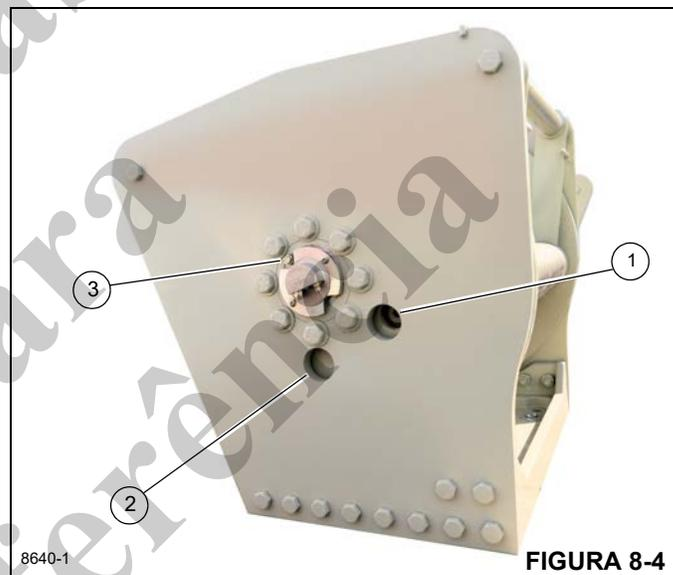

FIGURA 8-4
- Gire o tambor até que o bujão de enchimento/nível (1, Figura 8-4) seja visível pelo furo de inspeção.
- Remova o bujão de enchimento/nível (1) e verifique visualmente o nível de óleo. O óleo deve estar nivelado com a parte inferior do furo de inspeção. Se precisar de mais óleo, adicione e reinstale o bujão de enchimento/nível.
- Para drenar ou adicionar novo óleo, remova o bujão de ventilação (3, Figura 8-4). Remova o bujão de dreno (2) com uma chave de cabeça sextavada e aparafuse um tubo de 1 pol. no furo do bujão de dreno (2) para permitir que o óleo seja drenado. Drene o óleo hidráulico. Retire o tubo de drenagem de 1 polegada e instale o bujão do dreno (2).
- Para abastecer com óleo, gire o tambor para que a porta de enchimento/nível (1, Figura 8-4) fique visível através do furo superior. Para ajudar a adicionar o óleo, instale no furo de abastecimento (1) um tubo de 1 polegada com cotovelo. Retire o bujão de enchimento/nível com uma chave sextavada e abasteça a caixa de engrenagens com 3,3 l (3.50 qt) de óleo lubrificante de engrenagens. Consulte *Pontos de lubrificação*, página 8-4.